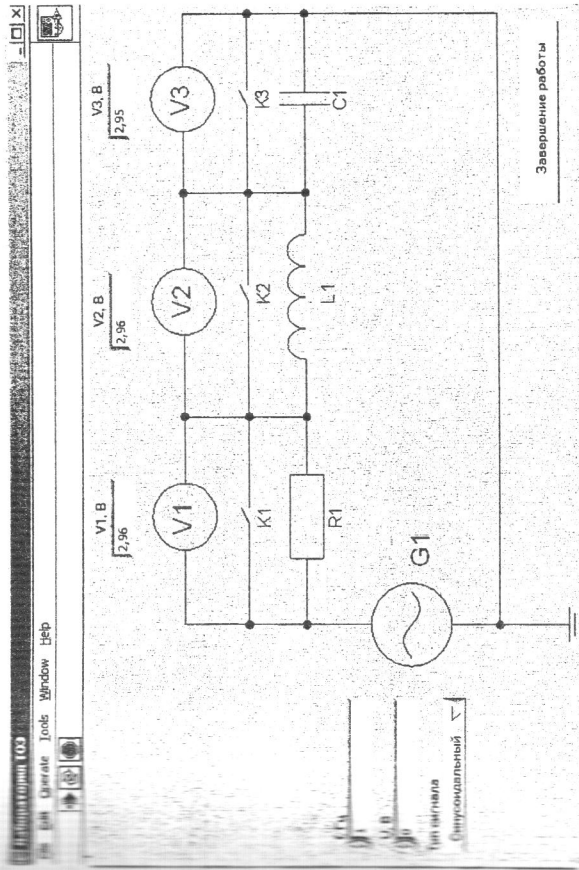

Рис. 4.7. Измерительная панель приборов
2. Открыть измерительную панель приборов, для этого на рабочем столе запустить файл ТОЭ.exe, выбрать «Лабораторная работа № 3а» (рис. 4.7).